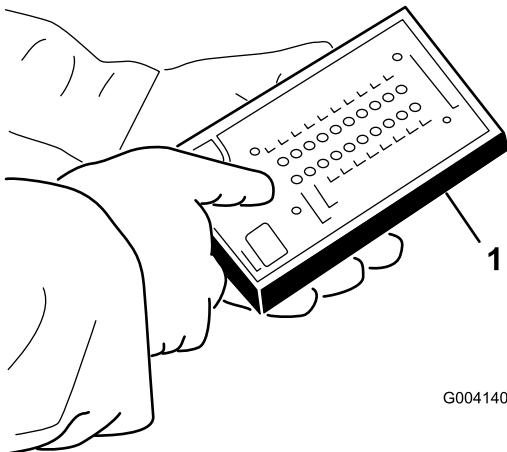

Bild 103
5. Schließen Sie den Stecker der ACE-Diagnostikanzeige an den Kabelbaum an (Bild 103).